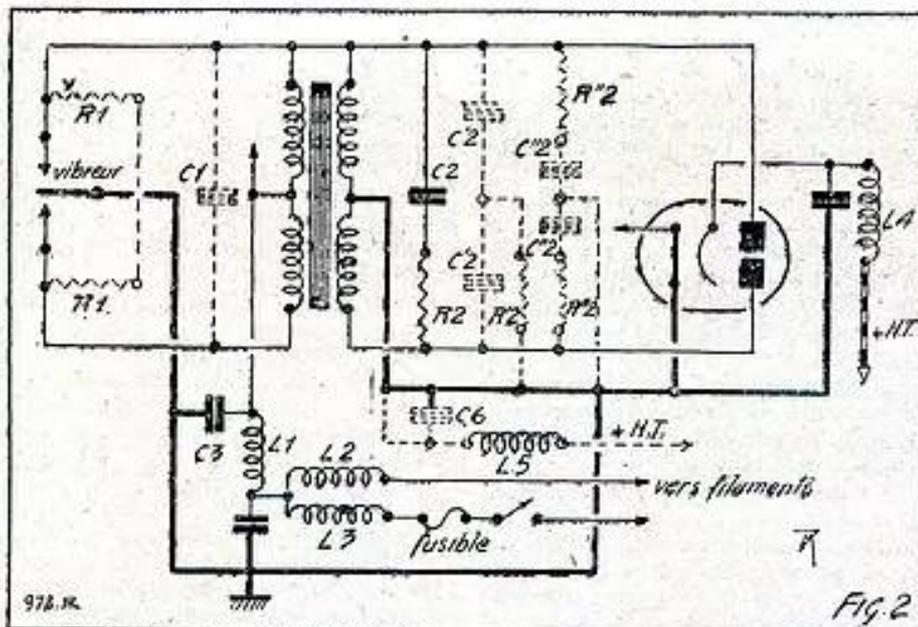

Fig. 2. — Montage pratique complet d'un vibreur avec divers éléments anti-parasites.
b) d'alternatif si tel est votre bon plaisir mais en tenant compte de l'absence rigoureuse d'inductance ou de capacités. Sinon, ça ne va plus. Qu'est-ce qui « ne va plus » ? Exactement ce que la Figure 2 va vous exposer : la puissance apparente, dès qu'il y a un bobinage, peut évidemment s'obtenir en multipliant le nombre d'Ampères par celui des Volts. D'accord. Malheureusement ces Volts et ces Ampères ne sont pas en concordance. Ils sont donc apparemment supérieurs au nombre de Watts — la puissance réelle et effective. L'expérience, tout comme le calcul, montre un décalage tel que l'on peut situer la puissance apparente, exprimée en Volts-Ampères parce qu'elle est le produit brut, sur l'hypothénuse d'un triangle-rectangle. Admettez que la puissance réelle (celle qu'indiquerait un wattmètre), soit celle de la base du même triangle. Voilà qui suffit à nous donner différentes indications précieuses dont on peut retenir : la longueur précise du côté a qui va représenter exactement la puissance réactive consommée par les accessoires d'utilisation. Elle s'exprime en v.a.r.s ou « Volts - Ampères - Réactifs ». Ce qui donne l'abréviation v.a.r. à laquelle on ajoute le singulier s... du pluriel. Et comme le triangle-rectangle est ainsi parfaitement reconstitué, on a même la valeur de l'angle exprimée à volonté par
l'une de ces quatre lignes trigonométriques; dans le cas présent : le Cosinus égal à 0,78079, le Sinus égal à 0,62479, la Tangente égale à 0,8002 et la Cotangente égale à 1,24960. Notons, en passant, que nous n'aurons, dans le cas présent, qu'à retenir Cosinus et Sinus pour les nécessités de l'affaire. Mais, dans n'importe lequel des quatre cas signalés : ces nombres qui n'ont rien de mystérieux correspondent à un angle de 38°40' qu'il est aisé de trouver sur toutes les tables d'où qu'elles viennent. La disposition de la figure 2, déjà nommée, montre que cet angle, toujours désigné par son cosinus, n'est autre que le « facteur de puissance », le seul qu'il ne vous soit pas donné de voir, parmi les facteurs, venant vous offrir leurs vœux. En d'autres termes, vous avez tout en main pour rechercher toutes, rigoureusement toutes les valeurs qui vous intéressent. Car ces différentes puissances correspondent par un heureux hasard, aux lois du triangle exposées, bien avant la radio et l'électricité, par des principes pythagoriciens, ce qui en indique l'origine.
La figure 2, montre un montage très complet. Examinons, d'abord, le circuit primaire, nous y voyons deux résistances R_1 , reliées à chacun des contacts du vibreur, et, à la masse ou au support du vibreur. Ces résistances ont pour but d'atténuer ou de faire disparaître un parasite assez fort, et de caractère intermittent d'une forme particulière.